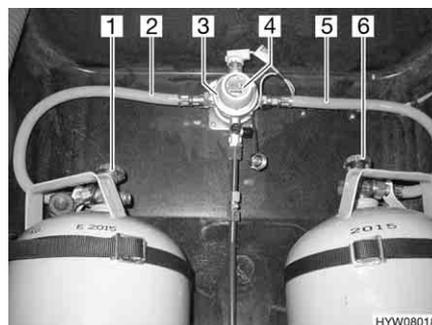
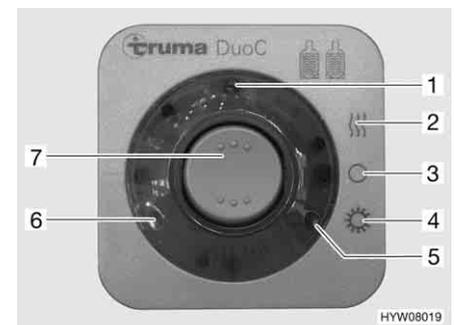

Fig. 87 Instalación de conmutación DuoControl
Fig. 88 Unidad de mando
La instalación de conmutación DuoControl se compone de una válvula selectora (Fig. 87,3) y la unidad de mando (Fig. 88). La válvula selectora está montada entre las gomas del gas (Fig. 87,2 y 5). Con el botón giratorio (Fig. 87,4) en la válvula selectora se puede determinar cuál de las bombonas de gas se utilizará como bombona de servicio y cuál bombona de gas como bombona de reserva.
En la unidad de mando (Fig. 88) únicamente pueden conmutarse las funciones eléctricas. Las llaves de paso principales de las bombonas de gas (Fig. 87,1 y 6) deben abrirse a mano.
La válvula selectora garantiza una presión de gas constante independientemente de cuál sea la bombona de gas que suministre el gas. Las dos luces de control en la unidad de mando indican el nivel de llenado de la bombona de servicio. Al estar encendida la luz de control verde (Fig. 88,6), estará llena la bombona de servicio. Al estar encendida la luz de control roja (Fig. 88,5), estará vacía la bombona de servicio. Entonces, el suministro de gas se realizará a través de la bombona de reserva.
- Abrir las llaves de paso principales en las bombonas de gas (Fig. 87,1 y 6).
- Con el botón giratorio (Fig. 87,4) en la válvula selectora (Fig. 87,3), seleccionar la bombona de gas de la que habrá de tomarse el gas principalmente (bombona de servicio). Girar el botón giratorio siempre hasta el tope.
- Conectar la instalación de conmutación DuoControl en la unidad de mando (Fig. 88). Para ello, ajustar el interruptor basculante (Fig. 88,7) en modo de invierno "On y calentar" (Fig. 88,2) o en modo de verano "On" (Fig. 88,4). Ahora, estará purgada de aire la válvula selectora. La luz de control amarilla (Fig. 88,1) estará encendida al haber seleccionado el modo de invierno y estando conectado el deshelador de regulador.
- Poner el interruptor basculante (Fig. 88,7) en "O" (Fig. 88,3). La luz de control amarilla (Fig. 88,1) se apaga.
- Cerrar las llaves de paso principales en las bombonas de gas (Fig. 87,1 y 6).
Las luces de control en la unidad de mando (Fig. 88,5 y 6) señalizan en el interior del vehículo si la bombona de servicio está dispuesta para el funcionamiento.
En caso de que luz de control verde (Fig. 88,6) se apague durante el servicio y se encienda la luz de control roja (Fig. 88,5), estará vacía la bombona de gas seleccionada como bombona de servicio y deberá ser cambiada. La bombona de reserva seguirá suministrando gas a los consumidores de gas.